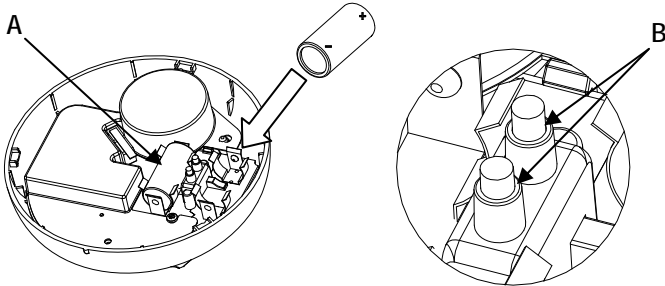

Fig. 1
- 1) Aprire il sensore ruotando la calotta in senso antiorario, ed inserire la pila (esclusivamente al momento dell'acquisizione) rispettando le polarità (fig. 1). Per l'acquisizione e la configurazione del sensore, fare riferimento al Manuale di Installazione del Sistema WL31.